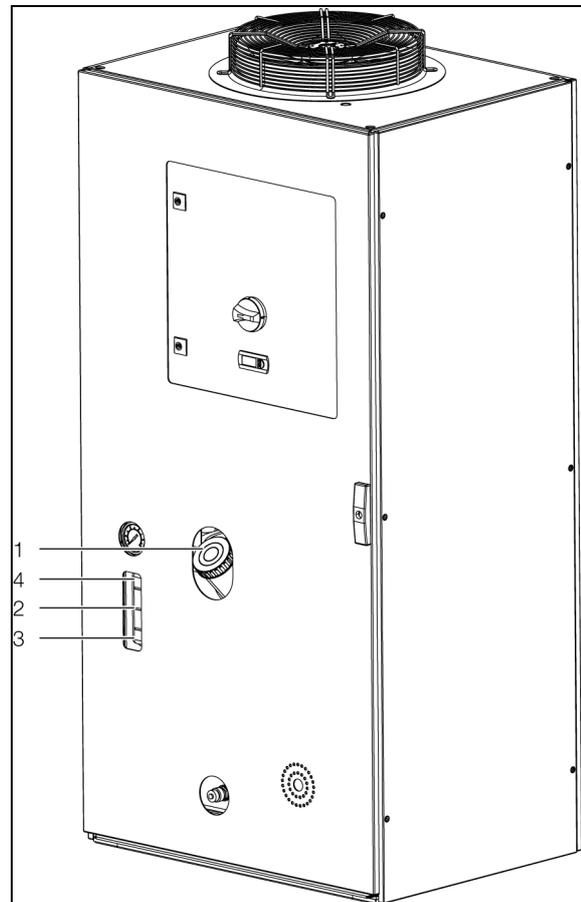

Imagen 32: Llenado del medio refrigerante (en imagen 3335.790)
- Llène el depósito del chiller con medio refrigerante a través del tapón de llenado (imagen 32, pos. 1).
La cantidad correcta (entre mínimo y máximo) puede comprobarse en la indicación de nivel de agua (imagen 32, pos. 2) en el exterior del depósito, sin necesidad de abrir la puerta del chiller.